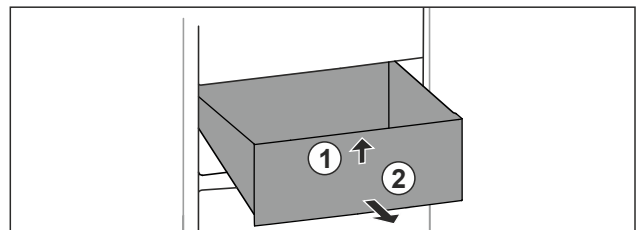

Fig. 77
- ▶ Unieść szufladę z przodu. Fig. 77 (1)
- ▶ Wyjąć szufladę do przodu. Fig. 77 (2)